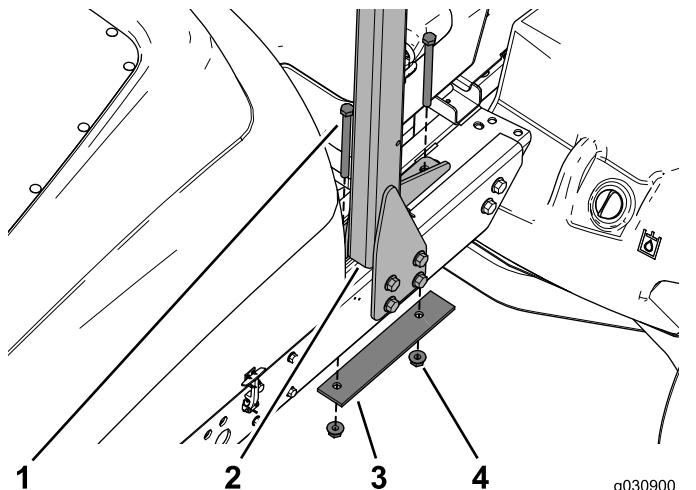

Bild 7
6. Ordnen Sie die Verstärkungsplatte und das Batteriefach so an, dass Sie die zwei Schrauben, die Verstärkungsplatte und die zwei Bundmuttern entfernen können, mit denen der Überrollbügel oben am Rahmen befestigt ist (Bild 7). Legen Sie sie zur Seite.